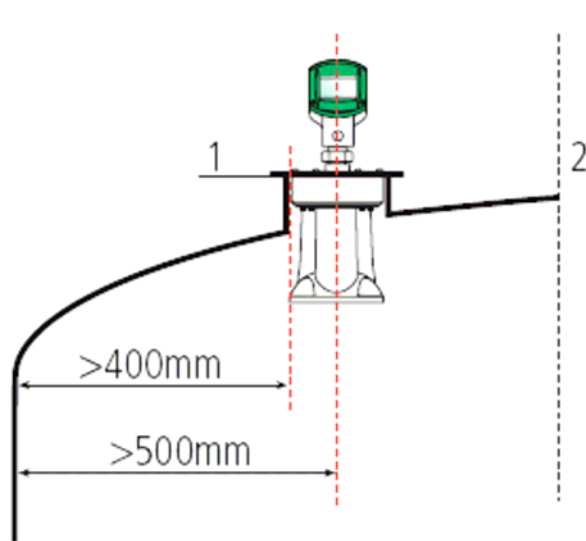

Figure 6 Installation dans un conteneur fermé
- ⦿ Le point d'installation dans le conteneur doit être situé à au moins 0,5 mètres du bord du conteneur, comme illustré à la *Figure 6* Installation dans un conteneur fermé. L'emplacement le plus optimal se situe entre le côté et le centre du silo.